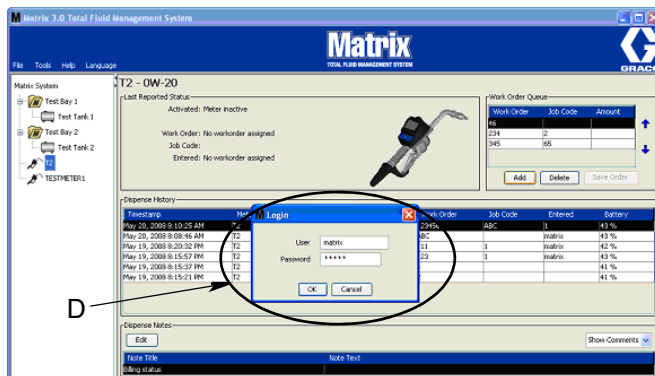

FIG. 118
3. Nella casella popup (D) (FIG. 118) digitare il nome utente e la password. Fare clic su OK.